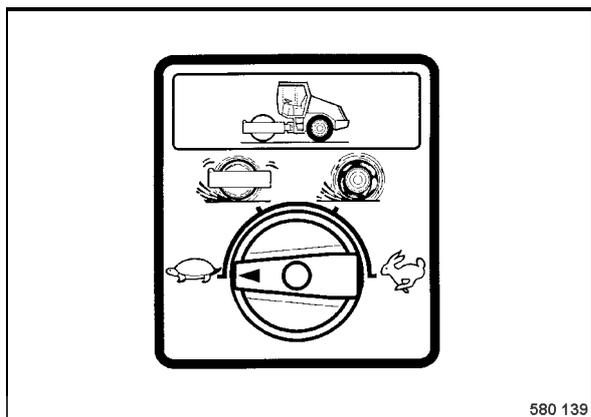

fig. 35
- Sélectionner la plage de vitesse (fig. 35).